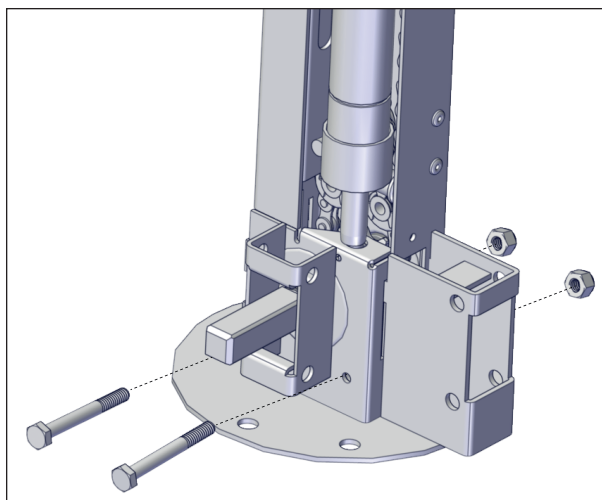

FIGURE 35: FIXATION DU PIED
5. Installer deux vis à tête hexagonale de 1/4 po x 2 1/4 po et leurs écrous avec insertion en nylon. Utiliser une clé à rochet et une douille de 11 mm (7/16 po) pour fixer le pied en place, voir Figure 35.
Il est important de respecter le sens d'assemblage des boulons hexagonaux et des écrous, voir Figure 35.